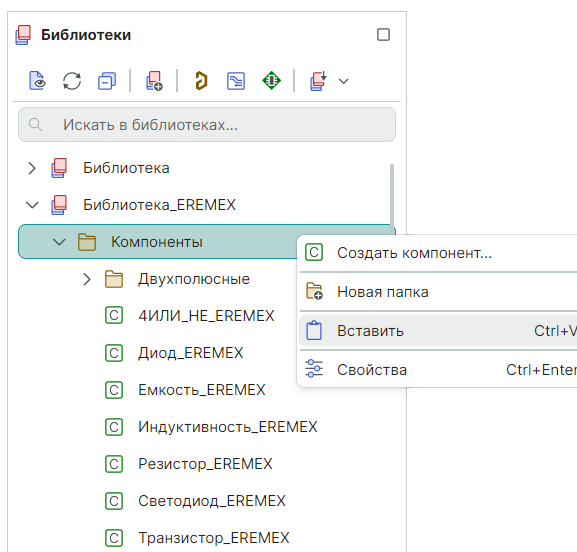

Рис. 342 Вставка библиотечного объекта из буфера памяти
4. В выбранном узле из контекстного меню выберите «Вставить», см. Рис. 342.